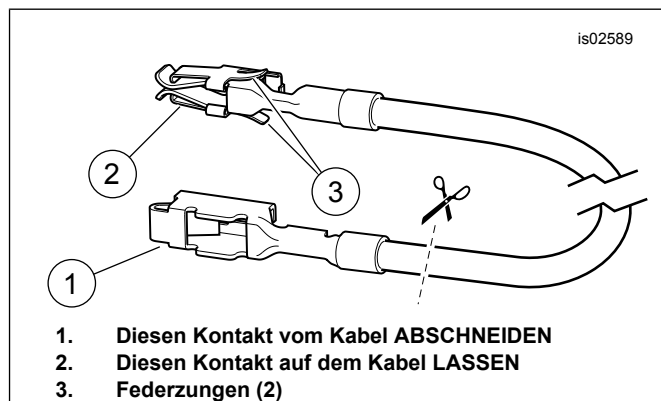

Abbildung 5. Sicherungsblock-Adapterkabel (Dyna- und Softtail-Modelle)
3. Siehe Abbildung 12. Das orange/weiße Sicherungsblock-Adapterkabel (11) aus dem Satz bereitlegen. Den Kontakt an beiden Enden notieren (siehe Abbildung 5). Nur der Kontakt mit den Federungen passt in diesen Sicherungsblock. Den nicht benötigten Kontakt sorgfältig abtrennen und entsorgen.
3. Siehe Abbildung 12. Das orange/weiße Sicherungsblock-Adapterkabel (11) aus dem Satz bereitlegen. Den Kontakt an beiden Enden notieren (siehe Abbildung 5). Nur der Kontakt mit den Federzungen passt in diesen Sicherungsblock. Den nicht benötigten Kontakt sorgfältig abtrennen und entsorgen.